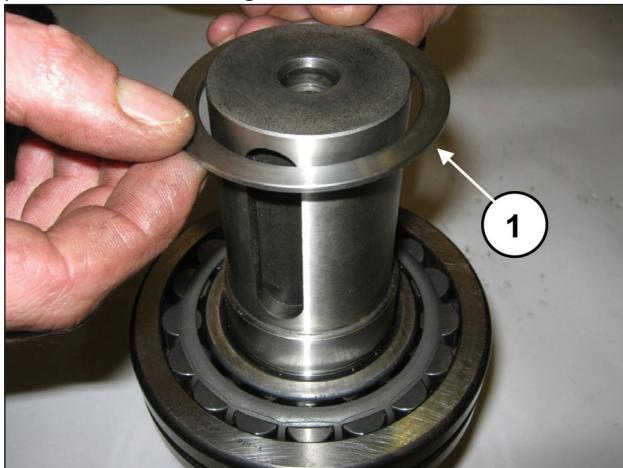
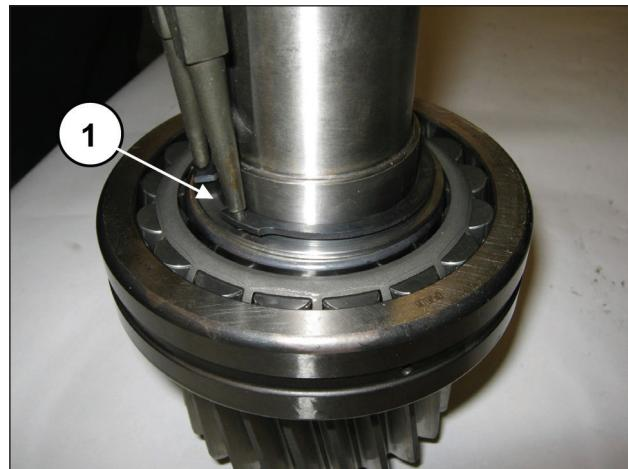

Рис. 85
Рис. 86
Наденьте опорное кольцо подшипника (поз. ①, Рис. 85) и разместите кольцо Seeger Ø55 (поз. ①, Рис. 86).